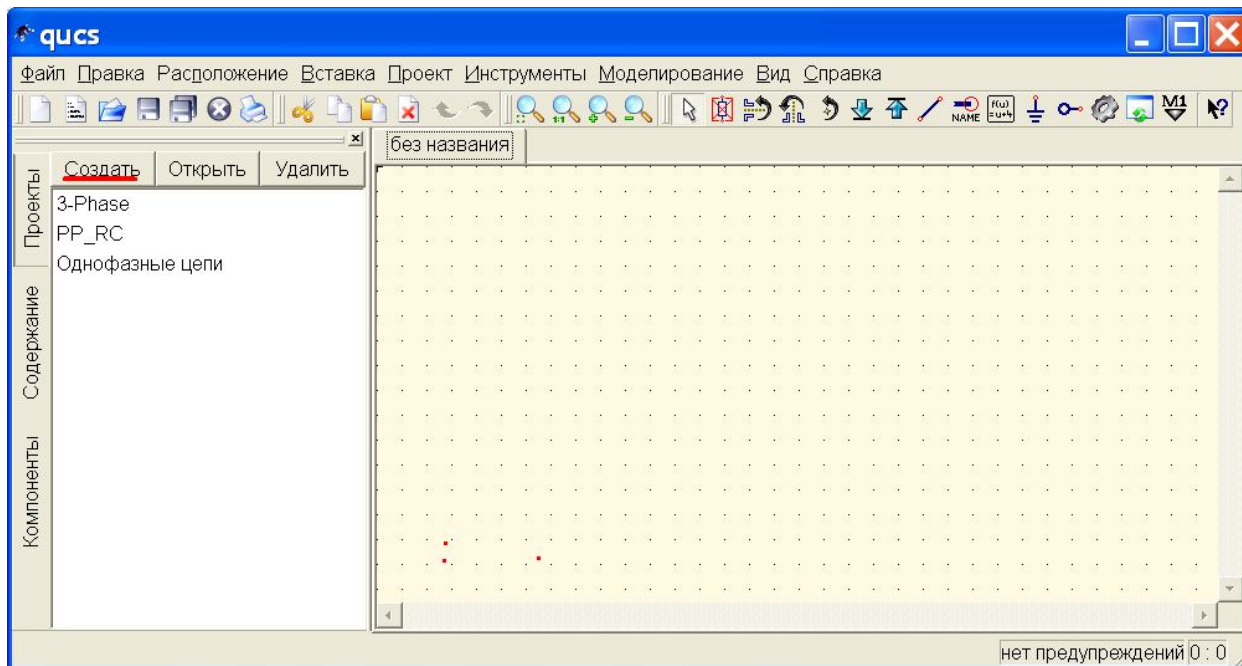

Рис. 4
2. На левой панели открыть вкладку «Проекты». Содержимое вкладки «Проекты» показано на рис. 4 (см. левую панель).
3. Выбрать опцию «Создать». На рис. 4 опция подчеркнута красной чертой.